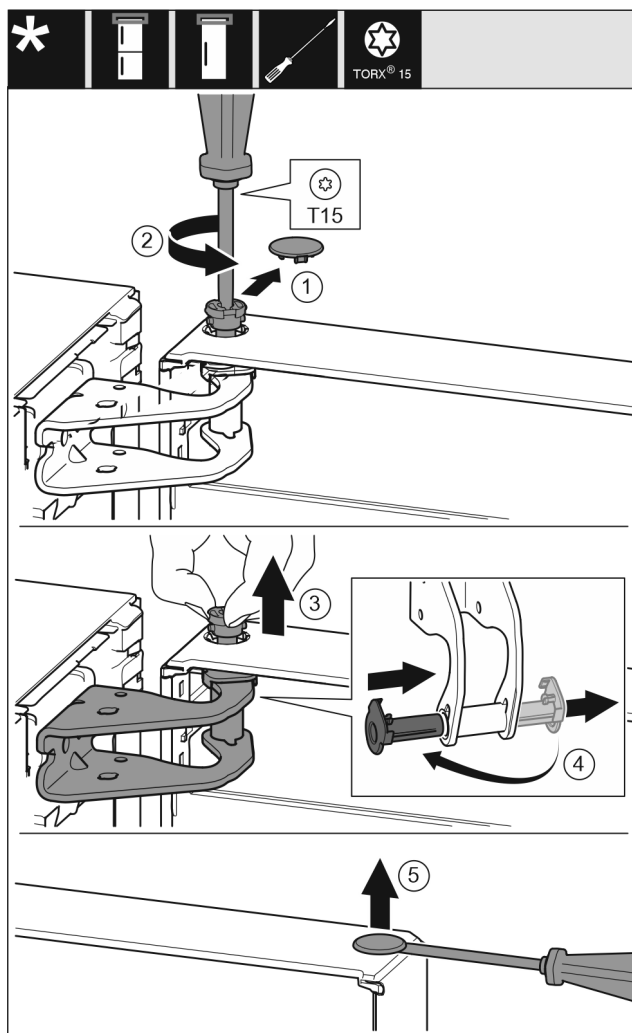

Fig. 10
- ▶ 小心拆下安全盖。Fig. 10 (1)
- ▶ 用 T15 螺丝刀拧下一枚螺栓。Fig. 10 (2)
- ▶ 抓紧门并用手指拔出螺栓。Fig. 10 (3)
- ▶ 将轴衬从导向装置拉出。从另一边装入并卡到位。Fig. 10 (4)
- ▶ 用带槽螺丝刀小心地从门轴衬上提起堵头并将其拉出。Fig. 10 (5)